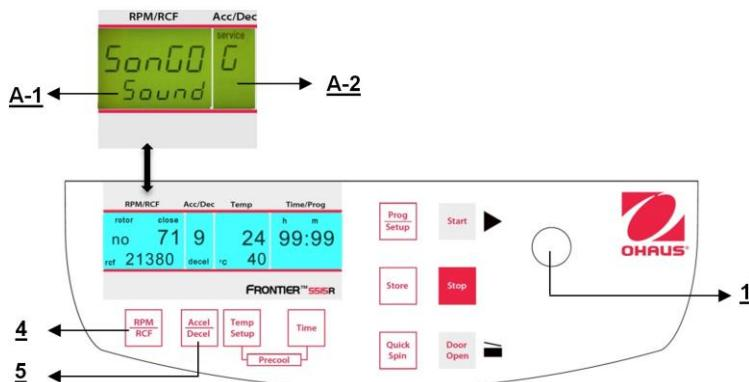

Figura 34
Proceda como se describe en el punto 4.1.1 para ingresar en este modo de programa y luego presione el botón "Accel/Decel" (5). En la pantalla "Acc/Dec" (A-2) destella la palabra "Service". Ahora seleccione la letra "G" con la perilla de ajuste (1). Como resultado, en la pantalla "RPM | RCF" (A-1) aparece la palabra "Songo/Sound". Después de presionar el botón "RPM | RCF" (4), puede seleccionar una melodía con la perilla de ajuste (1). (Vea la Figura 34.)